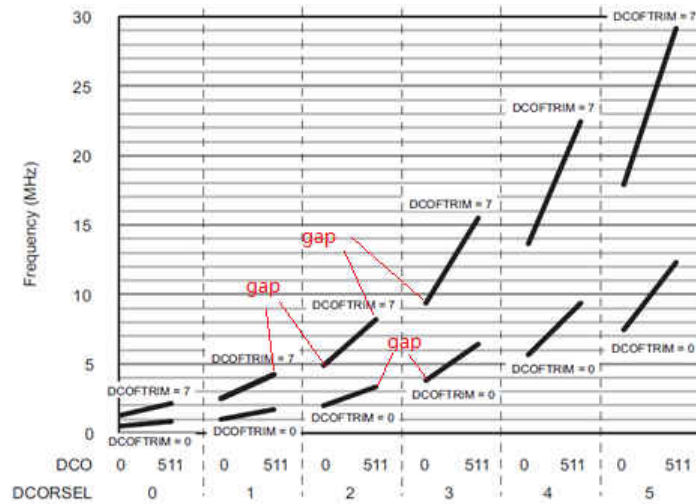

图 1-2. MSP430FR2311 的典型 DCO 频率
有关具有不同 DCO 寄存器设置的典型 DCO 频率，请参阅 MSP430FR2xx/FR4xx 器件特定数据表中的第 5.13.3 节“时钟规格”。图 1-2 所示为 MSP430FR231x 的典型 DCO 频率。它显示了当 DCO 频率范围小于 8MHz (DCORSEL=3) 时，相同 DCOFTRIM 配置的两个相邻 DCORSEL 设置之间的频差。
- 对于 MSP430FR2xx/4xx DCO，DCO 抽头的相邻 DCORSEL 值存在频率覆盖范围缺口，并且具有相同的 DCOFTRIM 配置。当频率范围小于 8MHz 时，这在图 1-2 中可以明显观察到。